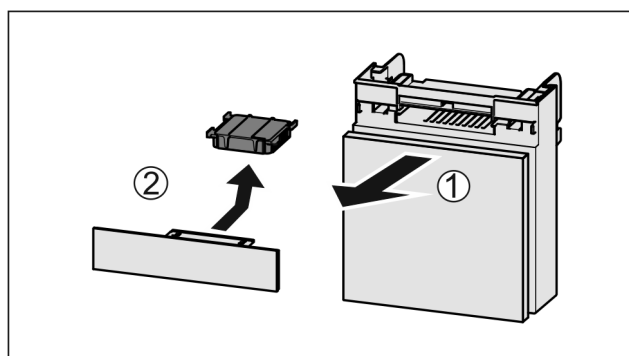

Fig. 42
- Estrarre il vano tirando in avanti Fig. 42 (1).
► Rimuovere il filtro a carboni attivi Fig. 42 (2).